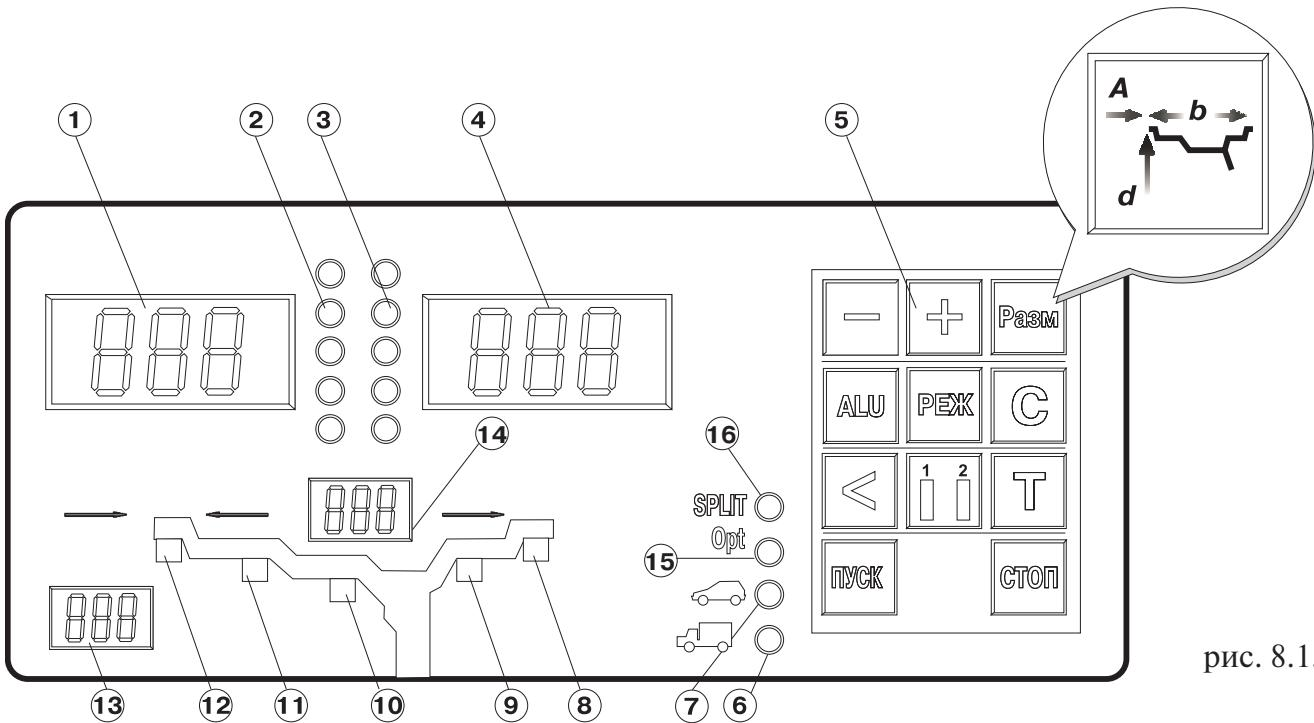

рис. 8.1.
- 8.1. Общий вид лицевой панели показан на рис. 8.1. На рисунке обозначены:
При включении питания СБ автоматически устанавливаются исходные параметры "d" и "b", записанные в памяти компьютера , которые отображаются на индикаторах 13 и 14 (рис.8.1.) соответственно.
При выдвижении штанги на индикаторах 1 (рис. 8.1) отображается символ "A", а на индикаторах 4 значение параметра "A". Значение параметра "d" отображается на индикаторах 13. После возвращения штанги в исходное состояние на индикаторах 1 и 4 некоторое время сохраняется значение параметра А, затем показания на них возвращаются к отображению текущих значений масс корректирующих грузов. На индикаторах 13 сохраняется вновь установленное значение параметра "d".
Ширина обода отображается на индикаторах 14 (рис.8.1). Если считанная с обода или измеренная ширина отличается от показаний на индикаторах 14, то кнопками "-" и "+" установить на индикаторах 14 требуемое значение ширины.
Дважды нажать кнопку "A, d, b", после чего на индикаторах 1 (рис.8.1) загорается символ "A", а на индикаторах 4 исходная величина дистанции. Нажимая кнопки "-" и "+" установить на индикаторах 4 требуемую величину дистанции. Через 2-3 сек после установки ди-
11.2. Переключение схем ALU1-ALU5 осуществляется последовательным нажатием кнопки "ALU" при этом схема установки грузов отображается загоранием соответствующих индикаторов 8-12 (рис.8.1), кроме того, на индикаторах 1 отображаются символы ALU, а на индикаторах 4 номер 1-5. Через 2-3 сек. после установки требуемой программы ALU индикаторы 1-4 переходят в режим отображения дебаланса.